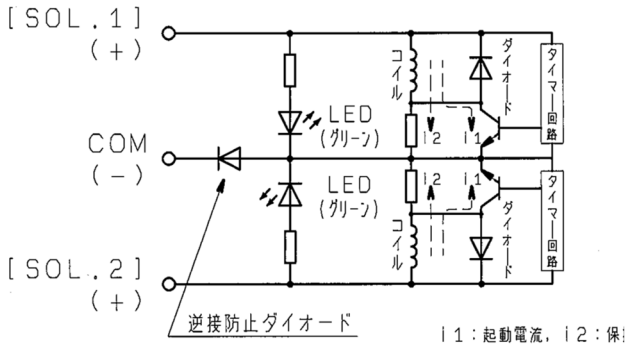

図 9. ソレノイド電気回路図(マイナスコモン:NZ)
- 本製品のソレノイドの電気回路図を図 9 に示します。本製品のソレノイド回路には節電回路を搭載しており、ソレノイド通電後、タイマー回路により 62ms 以上で節電回路が機能します。またトランジスタにより約 0.5V 電圧降下しますので、許容電圧変動にご注意ください。なお、消費電力、許容電圧変動についてはカタログをご参照ください。